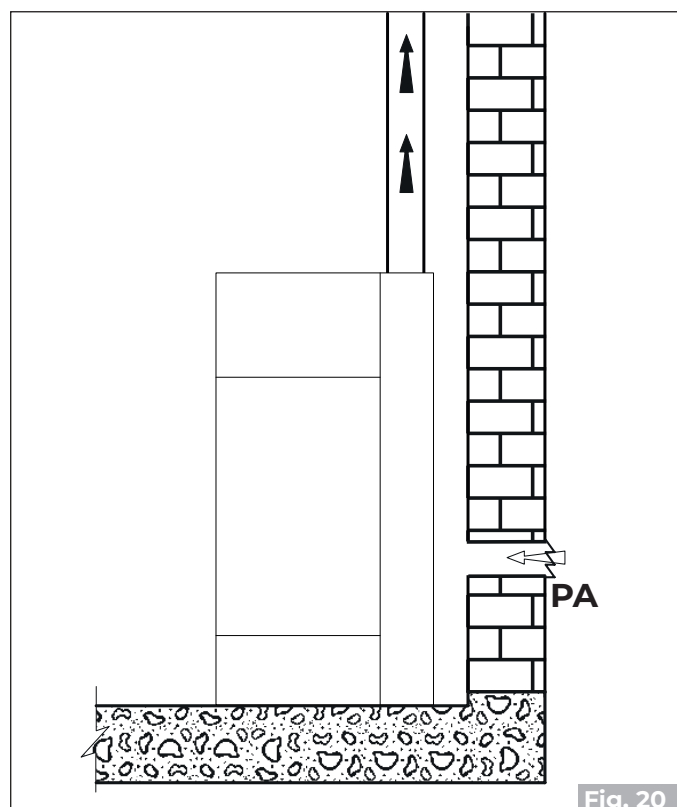
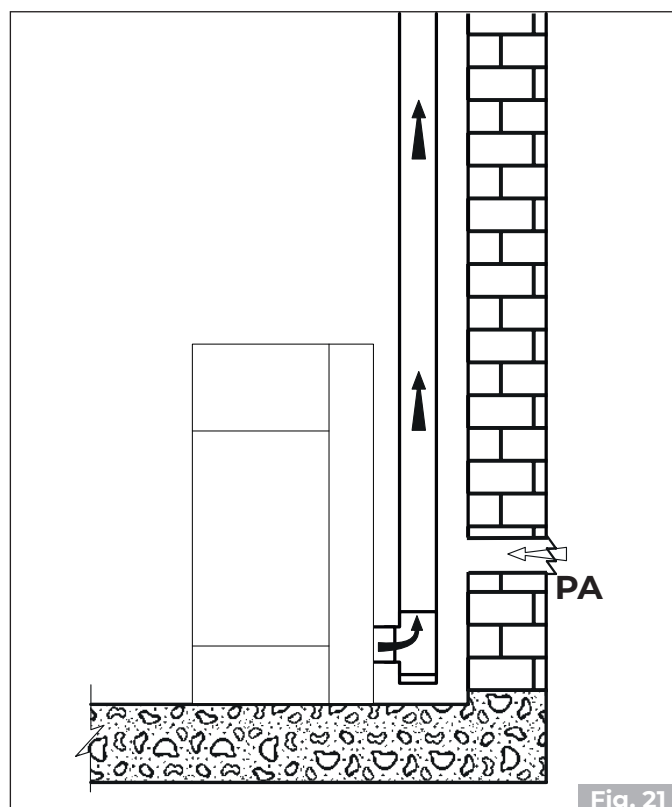

Fig. 20
Fig. 21
- desde el ambiente de instalación o de los locales contiguos apropiados (**Fig. 20 - Fig. 21**)
Realizar la toma de aire en la pared (**Fig. 20 y Fig. 21 - PA = Toma de Aire**), y dejar que el aparato esté libre de extraer aire en el ambiente teniendo cuidado de conectar en el tubo de entrada del aire el tramo de tubo corrugado , en caso de que sea suministrado, fijándolo con la abrazadera y plegándolo ligeramente hacia abajo con el fin de prevenir posibles efectos de resonancia.